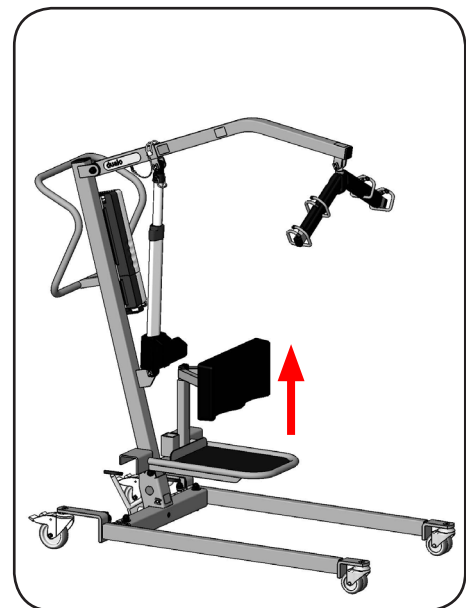

Abbildung 59
5. Entfernen Sie das Trittbrett vom Fahrgestell (Abbildung 59).